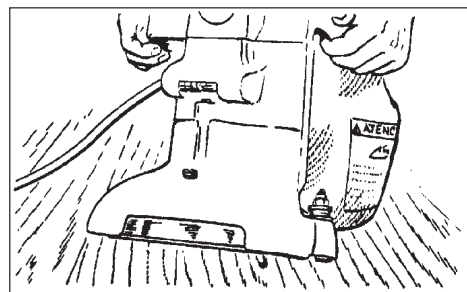

Figura 4
3. Vuelva a colocar la máquina en posición vertical e inclínela hacia atrás sobre las roldanas pivotantes hasta que se apoye sobre la abrazadera de escape. La máquina estará en posición reclinada. No deje que la máquina permanezca apoyada sobre la almohadilla, especialmente después del uso, ya que de lo contrario se podrá producir el endurecimiento por compresión dentro del elastómero de la almohadilla. Esto creará una parte plana y rebotes durante el uso. (Figura 4)
3. Con la máquina en posición reclinada, tome firmemente las dos manijas y mueva el interruptor de control a la posición "ON" (Encendido). (Figura 4)